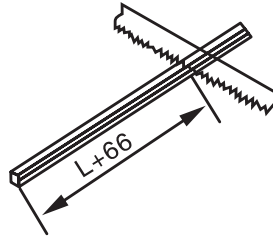

Рис. 6
- відпиляйте необхідну довжину подовжувального валу (Рис. 6);